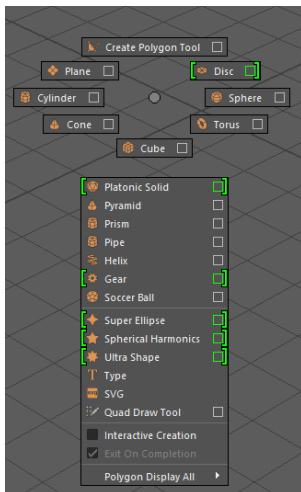

Рис. 2.5. Виконання *Shift* + ПКМ
- *Shift* + ПКМ (натискання на квадрат біля створення примітиву дозволить задати йому попередні налаштування, рис. 2.5)